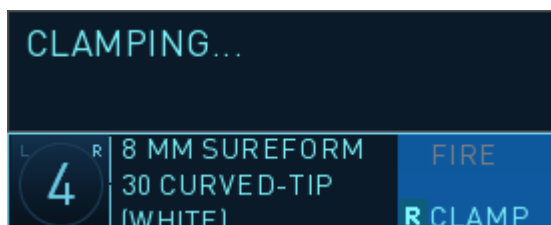
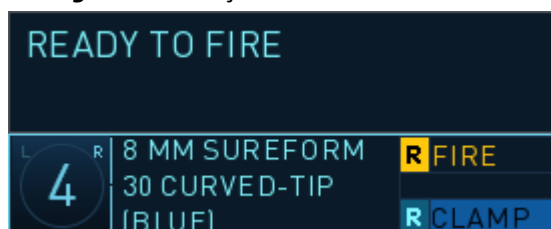

Figura 2.16 Pinçamento em andamento
Figura 2.17 Pronto para disparar
2. **Pinça:** Para pinçar o tecido, mantenha o pedal azul associado **pressionado** enquanto segura o controle manual fechado. O Figura 2.16 mostra no visualizador 3D e na tela sensível ao toque que o pinçamento está ocorrendo. Para concluir o pinçamento, mantenha o pedal azul associado pressionado e o controle manual fechado até soar um tom audível e aparecer a mensagem "Ready to Fire" (Pronto para disparar) (Figura 2.17). Antes de soar o tom audível e aparecer a mensagem "Ready to Fire" (Pronto para disparar), levantar o pé do pedal azul associado ou abrir o controle manual fará com que o grampeador se abra.